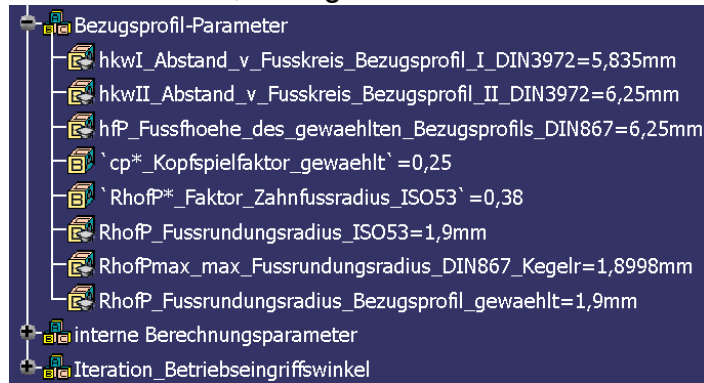

Bild 6: Anpassen des Bezugsprofils
- Die Anpassung des Werkzeugbezugsprofils kann im Parameterset " Bezugsprofil-Parameter " vorgenommen werden, z. B. gem. Bild 6 für Stirnräder des Maschinenbaus.